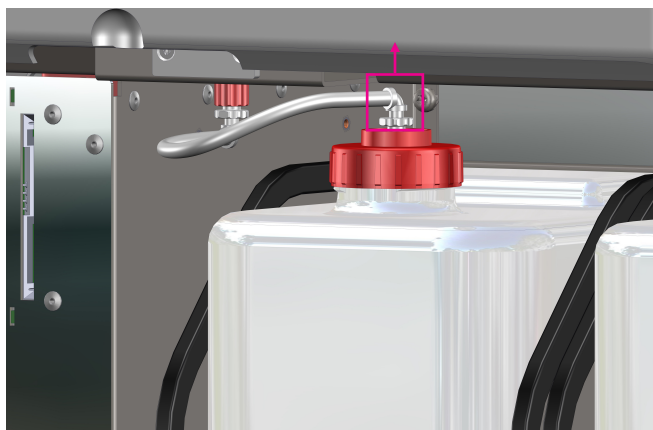

Figure 56
4. Déconnectez le connecteur LUER du bouchon à vis de la bouteille à déchets (figure 56).